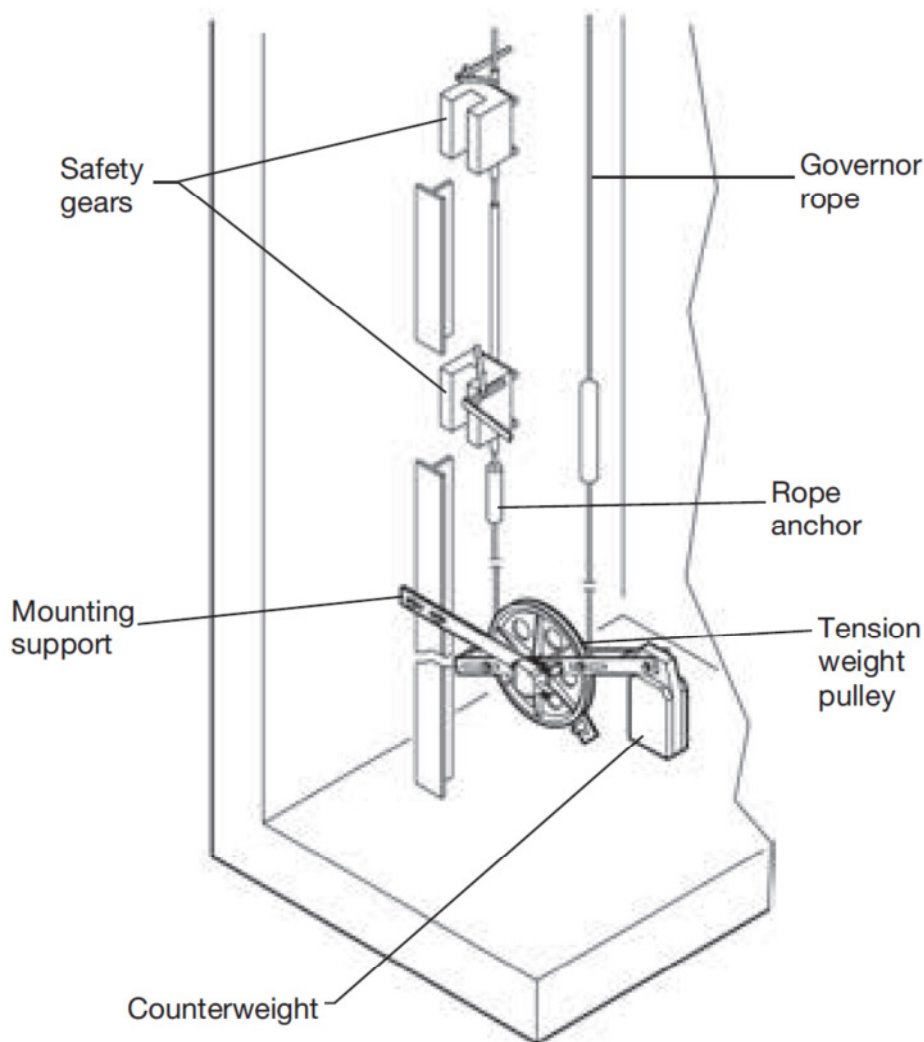

Рис. 1
- ни при каких обстоятельствах груз устройства не должен касаться пола приямка (рис. 1), в противном случае функция устройства нарушена.